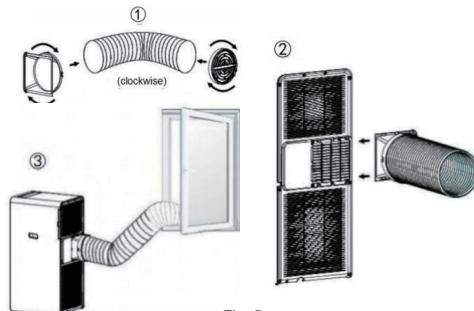

Fig. 5
3. Umieść drugi koniec węża wylotowego na pobliskim parapecie (patrz rys. 5).
3. Plasser den andre enden av avløpsslangen på den nærmeste vinduskarmen (se Fig. 5).
3. Placer den andra änden av avløpsslangen på det närmaste fönsterbrädet (se Fig. 5).
- 4.Umieść drugi koniec weża wylotowego na pobliskim parapecie (patrz rys. 5).
- 4.Plasser den andre enden av avløpsslangen på den nærmeste vinduskarmen (se Fig. 5).
- 4.Placer den andra änden av avloppsslangen på det närmaste fönsterbrädet (se Fig. 5).